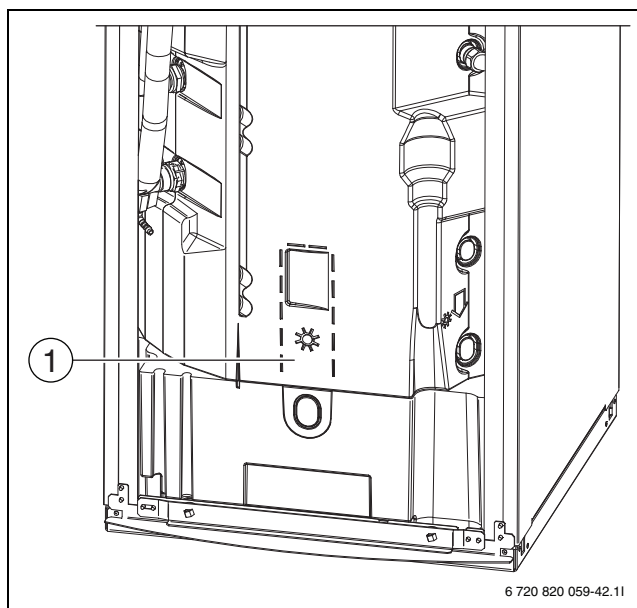

Fig. 20 Disposition de la sonde de température TW1 et TS2 si nécessaire
- Découper l'isolation au niveau du symbole solaire (→ fig. 20, [1]). Veiller à ce que le câble ne soit pas endommagé par la sonde de température TW1 !